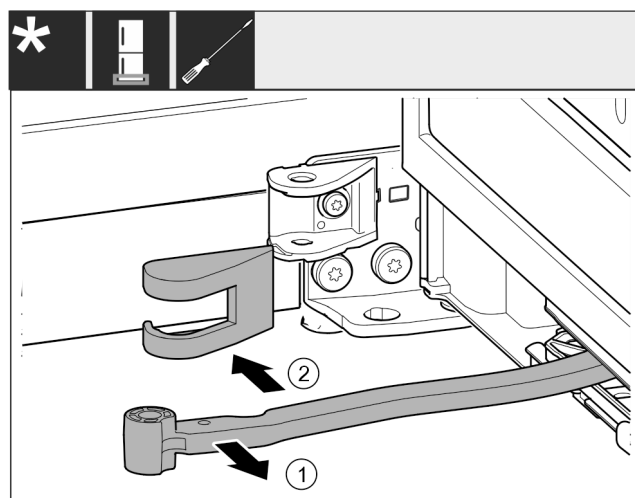

Fig. 18
- Otočte kloub Fig. 18 (1) směrem ke dveřím.
- Odstraňte kryt stojanu ložiska Fig. 18 (2).